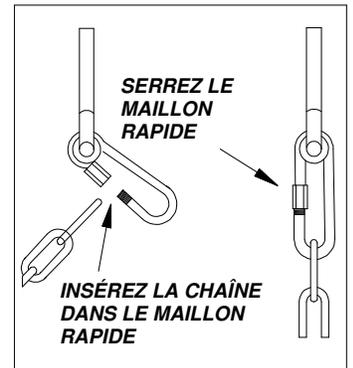

FIG. 4
FIXEZ (2) CHAÎNES «KN» AUX MAILLONS RAPIDES DE CROCHETS DE BALANÇOIRE DÉJÀ ASSEMBLÉ À LA POUTRE DE BALANÇOIRE. (FIG. 4)